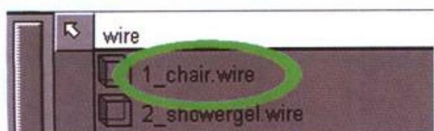

图 1-7
(4) 单击文件名为 1_chair.wire 的文件, 选择该文件, 如图 1-7 所示。